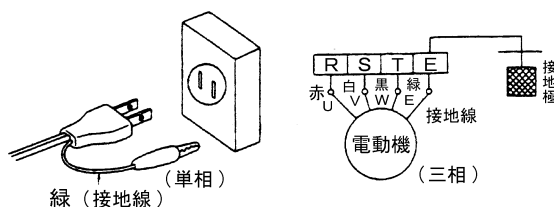

図 3
- (a) 単相、三相に応じて図 3 に示す結線を行ってください。